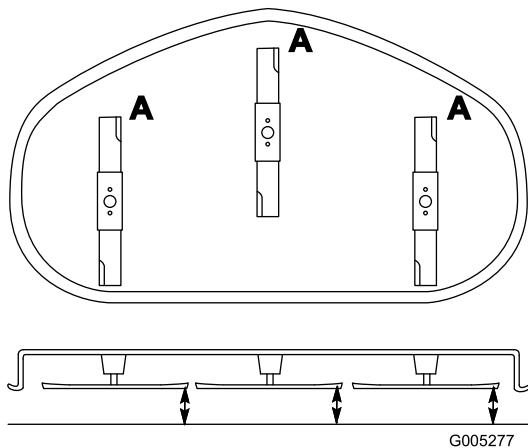

Figura 37
1. Girate le lame fino a disporle in parallelo con la lunghezza della macchina (Figura 37). Misurate da un piano orizzontale fino al tagliente delle lame, posizione A, (Figura 37). Prendete nota di questa misura.